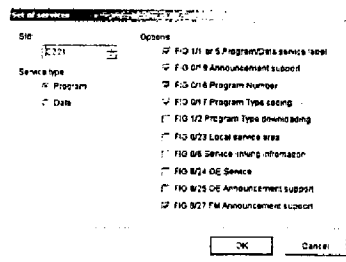

図 7-2 サービスの設定
- ② 再び各項目にカーソルを置き、マウス右ボタンをクリックするか、<Edit>メニューをクリックし「Set xxx」を選択します。「Id」「Type」「Option」を適宜設定します。例として「Service」の上でマウス右ボタンをクリックし、「Set services」を選択した画面を示します (図 7-2)。ここでは、「Sid」「Service Type」「Options」が設定できます。